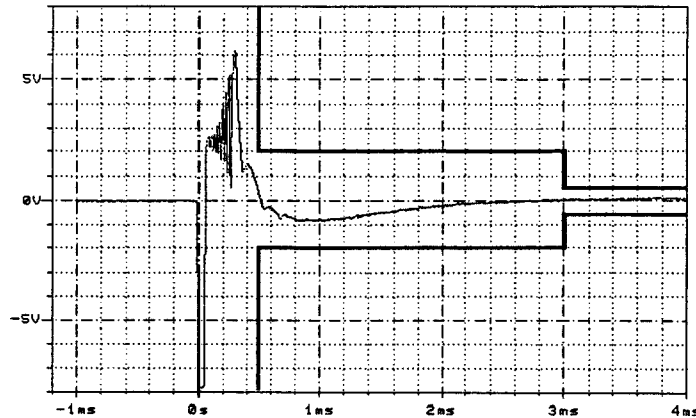

Abbildung 1
- ▶ Die Spannungsänderung am Ausgang des Phasendetektors darf sich bis 500 us nach Baugruppenstrobe nur noch um maximal 2V ändern. Nach 4mS muß die Änderung < 0.5V sein. Es ergibt sich ein Spannungsverlauf wie in Abbildung 1.